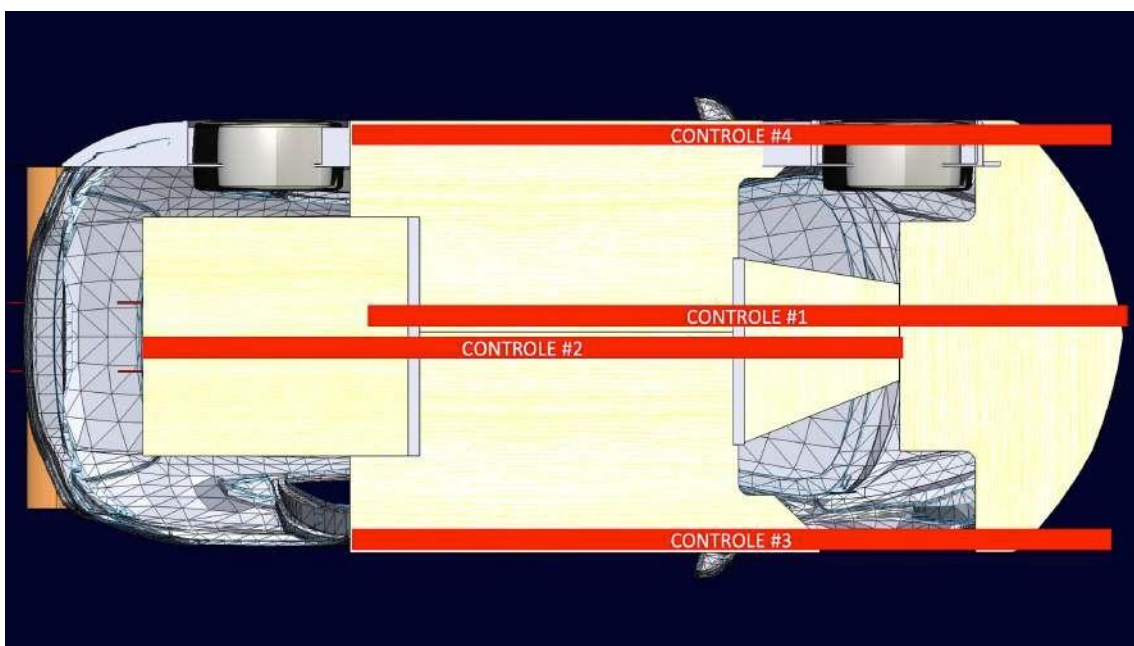
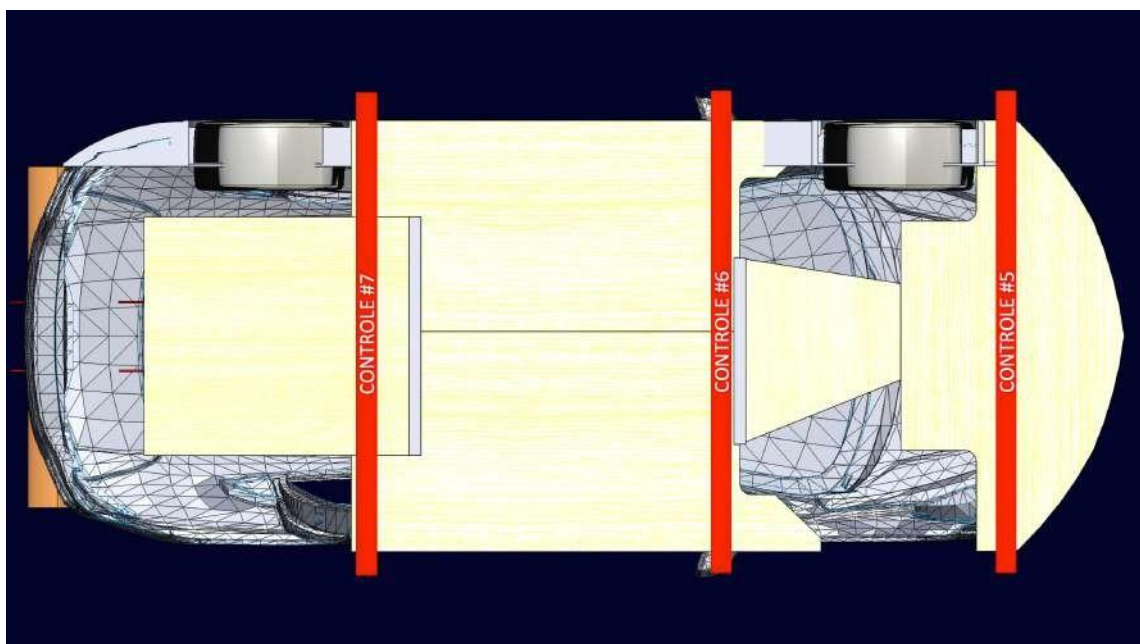

Figura 6.
Figura 7.
- **Planicidade:** Em função de distinções e divergências nos sistemas de fixação, posicionamento e tensionamento do splitter no chassi entre os carros concorrentes, **adota-se o critério de piso plano em toda a sua extensão, tanto longitudinalmente quanto transversalmente, eliminando-se a possibilidade de regulagem do splitter com relação a gap ou angulo.** A verificação deste parâmetro deverá ser realizada pelo Comissário Técnico com o carro erguido no airjack, utilizando-se um perfil retangular de alumínio conforme apresentado na figura 6 para a verificação longitudinal assim como na figura 7 para a verificação transversal nos pontos identificados pela barra em vermelho. Não deverá ser identificado gaps ou saliências entre o piso e os perfis régua utilizados na medição. Qualquer discrepância identificada previamente aos treinos oficiais será informada a equipe para correção. Caso seja confirmada a não conformidade nas vistorias pós-classificatório ou corrida pelos Comissários Técnicos, o carro será desclassificado.